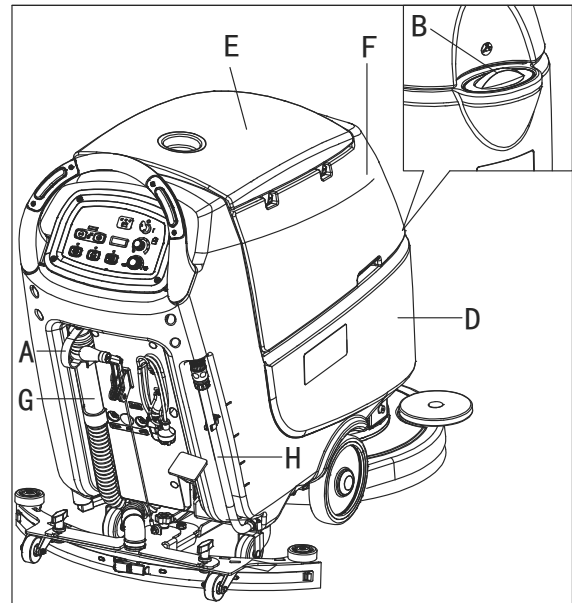

Abbildung 7
1. Öffnen Sie den Einfüllstutzen (B, Abb. 7).
2. (Für Maschinen ohne chemisches Mischsystem) Verwenden Sie den vorderen Einfüllstutzen (B) und/oder den hinteren Einfüllstutzen (H), um den Behälter (D) mit einem geeigneten Lösungsmittel für die durchzuführende Arbeit zu befüllen Bis zur Referenzmarkierung "1" des Mengenüberprüfungsschlauchs (H) nachfüllen. Befolgen Sie immer die Verdünnungsanweisungen auf dem Etikett des chemischen Produktes, das benutzt wird, um die Lösung zuzubereiten. Die Temperatur der Lösung darf + 40 °C (+ 104 °F) nicht überschreiten.